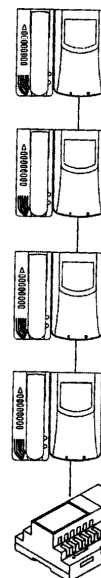
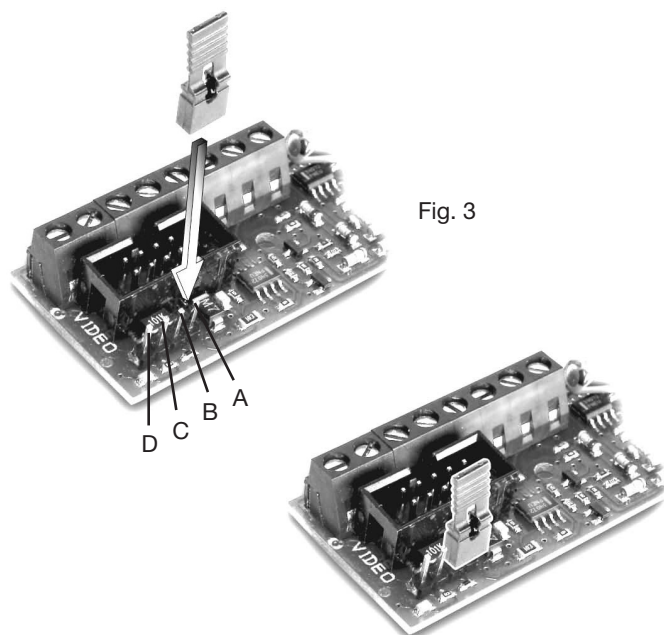

Fig. 1
Fig. 3
Im Inneren des Haustelefons befindet sich ein Steckverbinder und eine Brücke für die Stabilisierung des Videosignals (siehe Abb. 3). Diese Brücke ist in folgenden Fällen erforderlich: In Anlagen mit mehreren in Reihe geschalteten Apparaten (Video-/Audiosprechstellen) nur die Brücke des letzten Apparats auf Position BC setzen und die Brücken der anderen in der Ausgangsstellung belassen (AB) (Abb. 1).